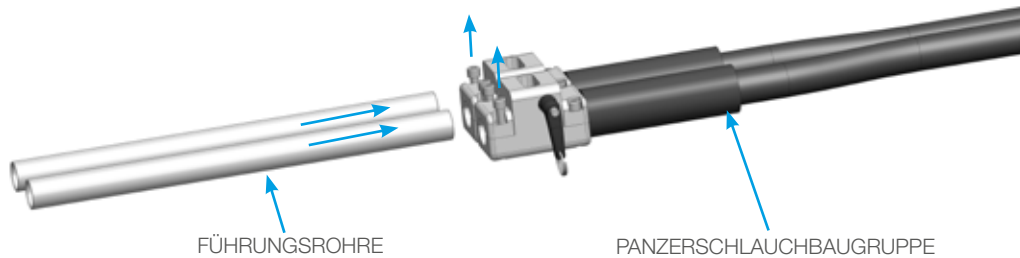

ABBILDUNG 7
1. Lösen Sie die Inbusschrauben und schieben Sie die Führungsrohre in den Führungsblock, bis sie nicht weiter vorzuschieben sind. Ziehen Sie die Inbusschrauben fest und ziehen Sie an den Führungsrohren, um sicherzustellen, dass sie fest sitzen (**Abbildung 7**).